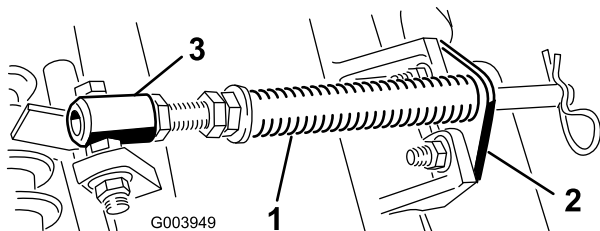

図 9
A. Cuttingユニットのタブにロッドブラケットを固定しているキャリッジボルト2本を外す(図9)。
B. スプリングチューブのボルトをキャリアフレームのタブに固定しているフランジナット(図9)を外し、アセンブリを取り外す。